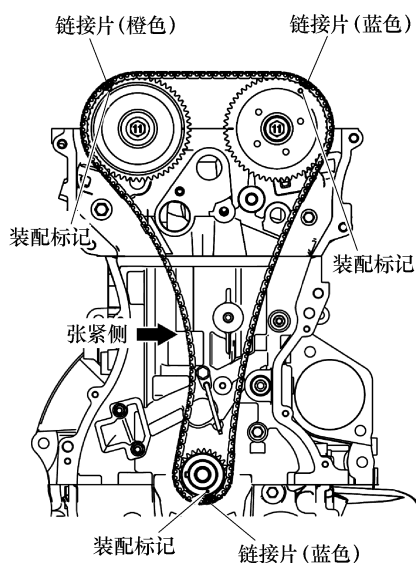

图 4-74 发动机正时标记位置
2) 如图 4-74 所示,将每个链轮正时链装配标记与气门正时链的链接片(橙色或蓝色)对齐,以避免气门正时链张紧侧松弛,然后将气门正时链安装到链轮上。